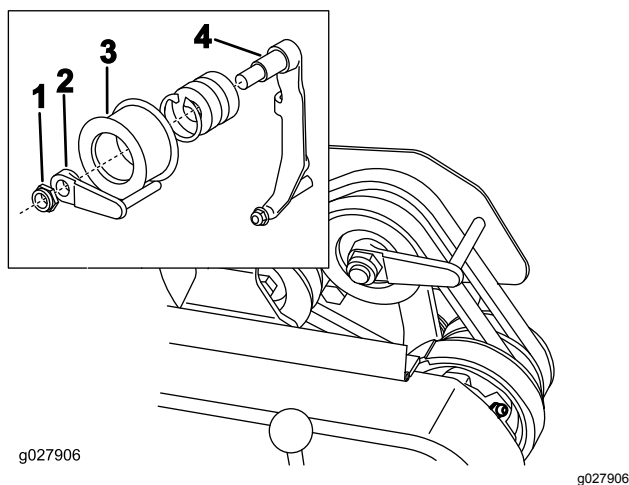

Figure 47
8. Pour pousser ou tirer la machine plus facilement sans mettre le moteur en marche, réglez le guide de courroie (Figure 47, encadré) comme suit :